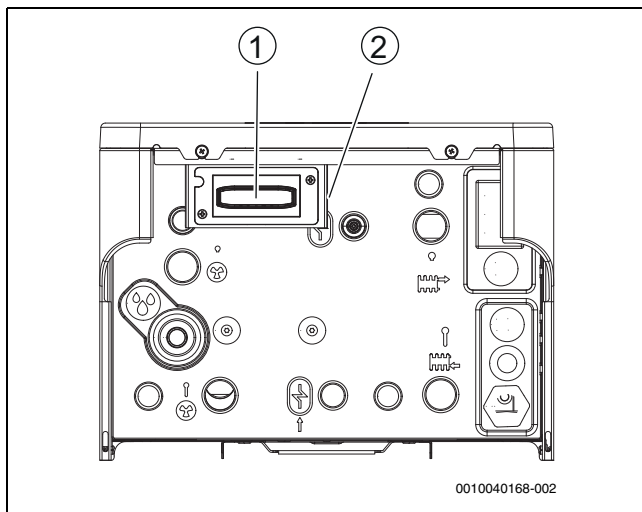

Bild 9 Connect-Key K3ORF-Platzierung
1. Hebel ausklappen ( $\rightarrow$  [2], Abb. 9).
2. Modul in den Halter einsetzen ( $\rightarrow$  [1], Abbildung 9).